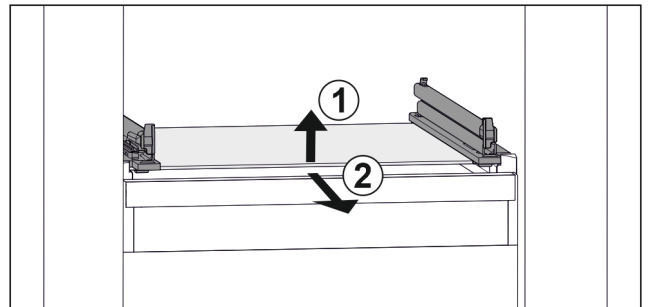

Fig. 137 Príklad zobrazenia sklenenej dosky
- ▶ Nadvihnite sklenenú dosku vpredu. Fig. 137 (1)
- ▶ Odoberte sklenenú dosku dopredu. Fig. 137 (2)